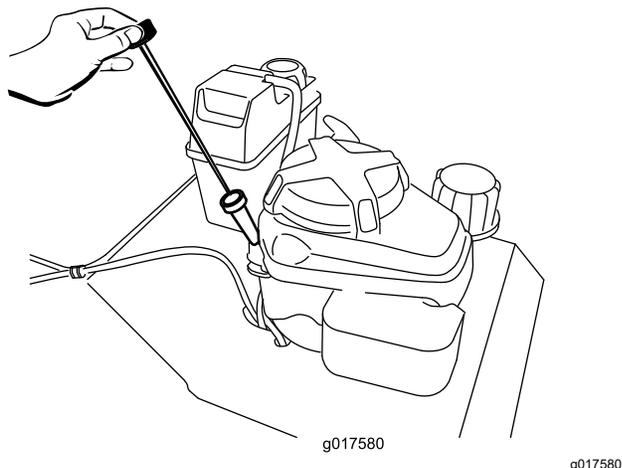

Figura 10
2. Limpie alrededor de la varilla (Figura 10).